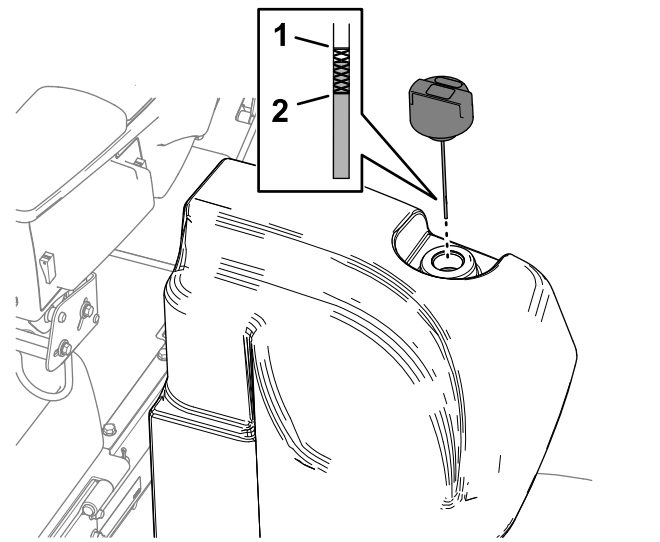

Figura 111
2. Limpe a zona em redor do tubo de enchimento e da tampa do depósito hidráulico (Figura 111).